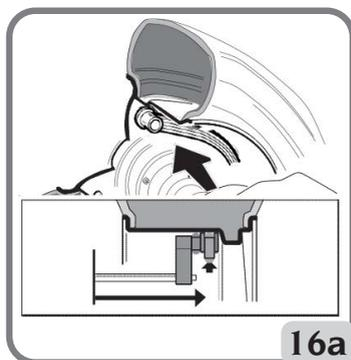

Fig.16a: Acquisition manuelle de la distance du plan externe dans les types de programmes ALU 2P e ALU 1P
- Placer l'extrémité du bras automatique de détection au niveau du plan choisi pour l'application de la masse externe (fig. 16a), de la même façon que celle décrite précédemment pour le flanc interne.